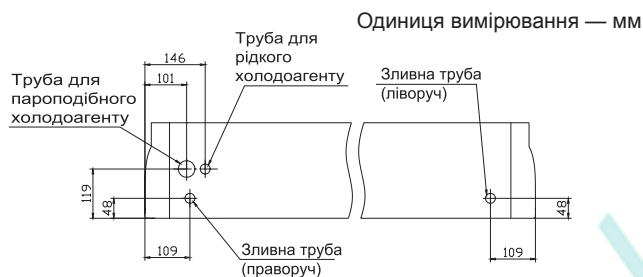

Рис. 4.1. Точки з'єднання труб
- (1) Точки з'єднання труб наведені на рис. 4.1 і 4.2.